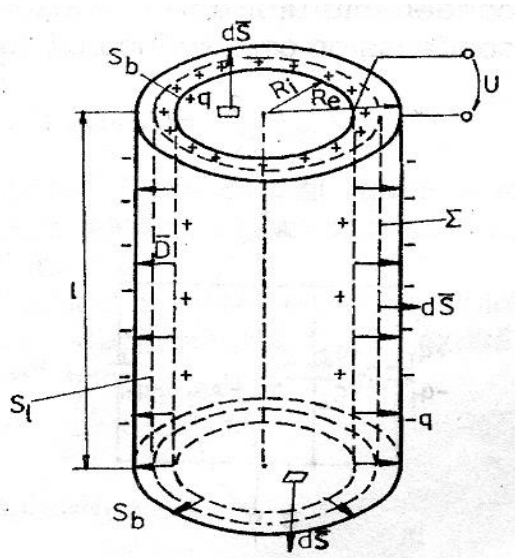

Fig.1.20 – Condensatorul cilindric.
**2. Capacitatea condensatorului cilindric.** Condensatorul cilindric este format din două armături metalice de formă cilindrică coaxiale de raze  $R_i < R_e$  având lungimea **l** și separate printr-un dielectric fără polarizare permanentă și având permitivitatea  $\varepsilon$  constantă (fig.1.20).
Capacitatea unui condensator cilindric (fig.1.20) rezultă :